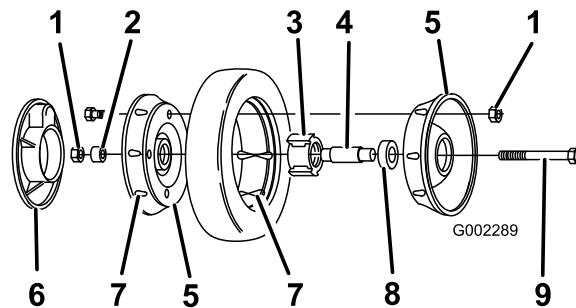

Figure 28
3. Retirez le boulon, la bague d'espacement et le contre-écrou qui fixent la roue au bras de pivot (Figure 28).
4. Séparez du pneu les deux moitiés de la roue en retirant les 4 boulons et 4 contre-écrous (Figure 28).
**Remarque:** Pour extraire les roulements de l'ensemble moyeu/roulements, appuyez sur la douille d'écartement des roulements (Figure 28).
1. Posez le pneu sur une des demi-roues, en faisant correspondre les reliefs (Figure 28).
2. Placez l'ensemble roulement/moyeu dans le trou central de la moitié de roue. Les ailes du moyeu doivent reposer sur le flasque de l'ouverture (Figure 28).
3. Posez l'autre demi-roue sur l'ensemble moyeu/roulement en faisant correspondre les trous et les reliefs de la roue et du pneu (Figure 28).
4. À l'aide de 2 vis ou boulons entièrement filetés (1/4-20 x 1,50 pouce) et d'écrous non-bloquants, réunissez les deux moitiés de roue sans les serrer. Installez les vis ou les boulons dans les trous opposés (Figure 28).
pour assurer un serrage uniforme, jusqu'à ce que les demi-roues soient réunies (Figure 28).
- Montez et serrez les 2 boulons et les 2 contre-écrous retirés auparavant dans les trous libres des demi-roues. Retirez les 2 vis ou boulons longs et remplacez-les par 2 boulons et 2 contre-écrous (Figure 28).
- Posez la roue sur le bras de pivot à l'aide des boulons, d'une entretoise et d'un contre-écrou. Vérifiez si la bague est bien placée entre le moyeu de la roue et le bras de pivot (Figure 28).